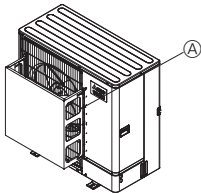

Fig. 2-3
- ② Installieren Sie eine als Sonderzubehör erhältliche Luftauslassführung, wenn die Anlage an einem Aufstellort installiert ist, an dem die Gefahr besteht, dass starker Wind direkt in die Luftaustrittsöffnung bläst. (Fig. 2-3)